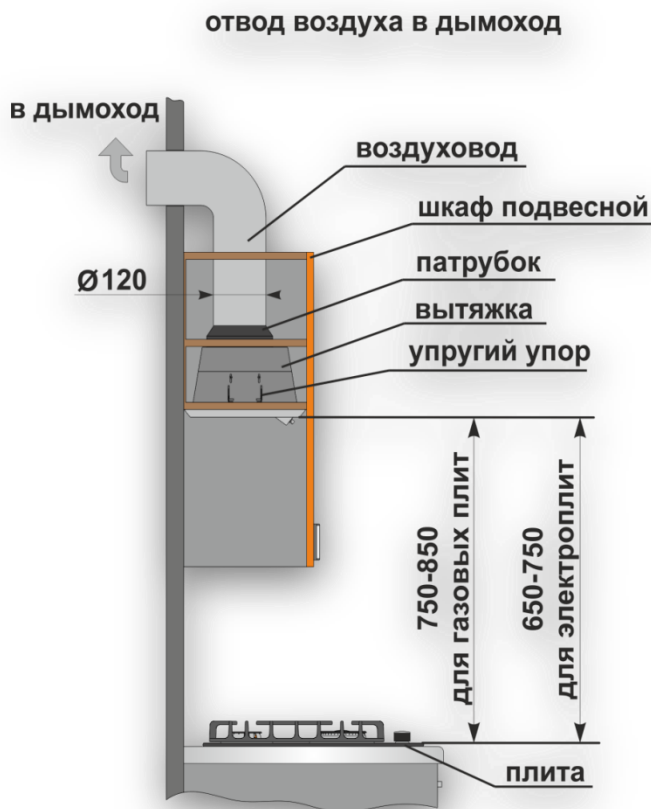
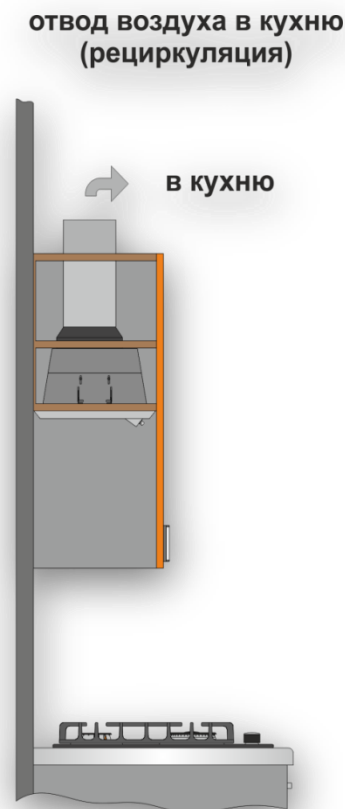

Рис.1
Рис.2
4.5 При монтаже вытяжки на необходимой установочной **высоте Н** над плитой (рис.1) для отвода воздуха в вентиляционный канал используйте воздуховод **Ø150 x Ø120мм**. Меньший диаметр создаст дополнительное сопротивление воздуху, что приведет к увеличению шума и вибрации, а также к перегреву двигателя.
- в режиме отвода воздуха в дымоход кухни (рис.1);
- в режиме рециркуляции (замкнутый кругооборот воздуха в кухне) (рис.2).
6.1 Выберите режим работы (**рис.1 / рис.2**) и место для установки вытяжки.